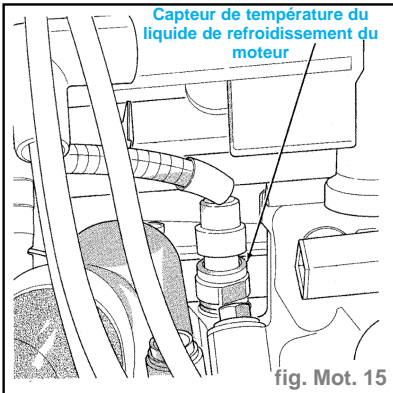

fig. Mot. 15
- vérifier que le connecteur électrique du capteur de température du moteur est branché au connecteur et n'est pas endommagé (fig. Mot. 15),
- Contact coupé, débrancher le connecteur du faisceau de fils du capteur de température du liquide de refroidissement (fig. Mot. 15).